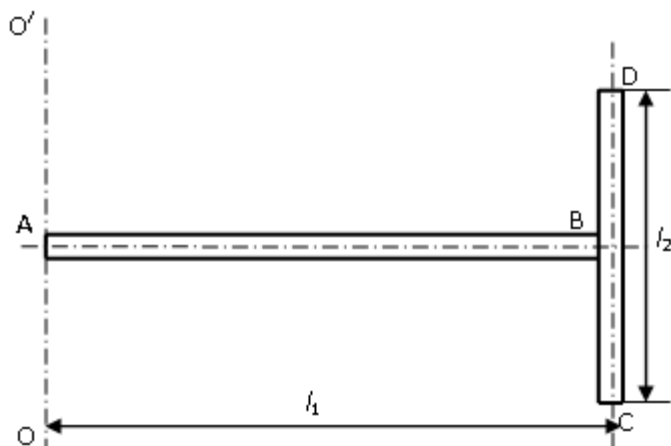

Рис. 2
12. Два однородных тонких стержня: АВ длиной $l_1=40\text{см}$ и массой $m_1=900\text{г}$ CD длиной $l_2=40\text{см}$ и массой $m_2=400\text{г}$ скреплены под прямым углом (рис.2).